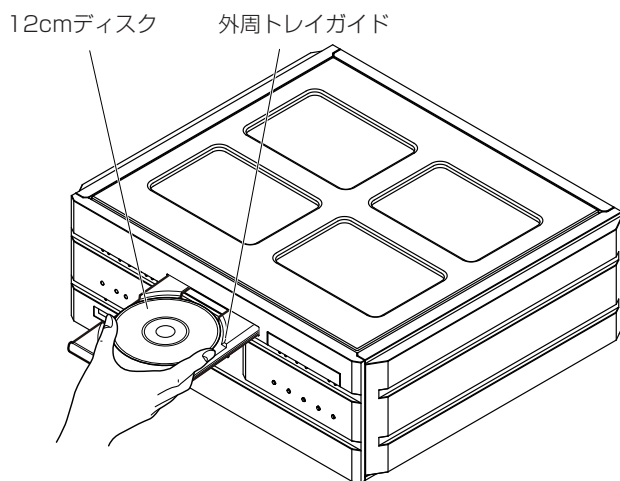

図1
- 12cmディスクは外周トレイガイド（図1）に合わせ、8cmディスクは内周トレイガイド（図2）に合わせて水平にのせてください。